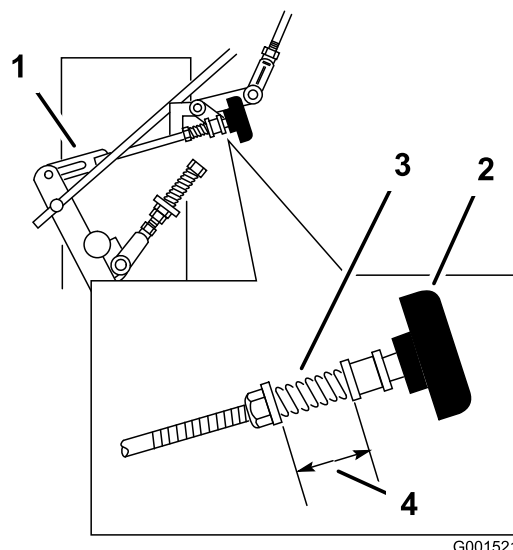

Figure 41
- Réglez la timonerie droite en tournant le bouton Quick-Track dans le sens anti-horaire jusqu'à ce que la roue commence à tourner en avant (Figure 41).
- Tournez le bouton dans le sens horaire 1/4 de tour à la fois. Déplacez ensuite le levier de commande de vitesse en avant et ramenez-le au point mort. Répétez cette opération jusqu'à ce que la roue droite arrête de tourner en avant (Figure 41).
- Le ressort qui maintient la tension sur le bouton n'a normalement pas besoin d'être réglé. Toutefois, si un réglage est nécessaire, réglez la longueur du ressort à 26 mm (1 po) entre les rondelles (Figure 41).
- Pour régler la longueur du ressort, tournez l'écrou à l'avant du ressort (Figure 41).